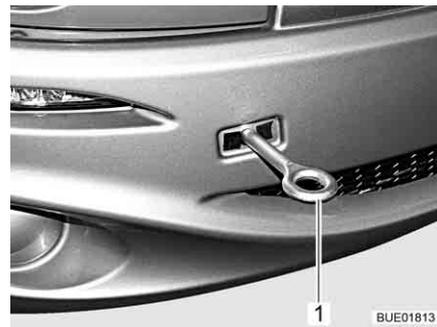

Fig. 47 Occhione di traino, installato
- Montare l'occhione di traino (Fig. 47,1) come indicato nel manuale di funzionamento del veicolo di base.